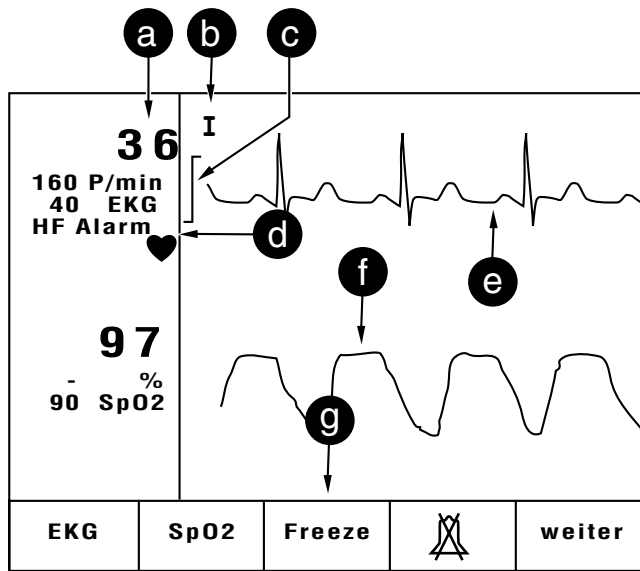

Bild 6-4. Standardbild
Das Gerät meldet sich mit einem Piepton und auf dem Display erscheint als Funktionskontrolle ein Schachbrettmuster. Danach erscheint das Standardbild (Bild 6-4).
- \* Wählen Sie mit Taste **I aV1 III Paddle** eine geeignete Ableitung (Anzeige bei b, Bild 6-4).